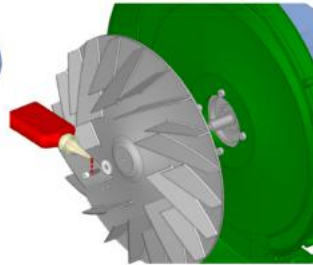

ABBILDUNG 4
2. Das Lüfterrad Ø 310 an der Welle des Elektromotors befestigen. Hierzu 1 Zylinderschraube mit Innensechskant M5 UNI 5931 plus Unterlegscheibe UNI 6593 (Befestigungselemente im Lieferumfang) auf ein Anzugsmoment von max. 8 Nm festziehen. Für einen wirksameren Anzug wird der Einsatz einer Schraubensicherung (Loctite 270 oder gleichwertiges Mittel) empfohlen, (ABBILDUNG 4);